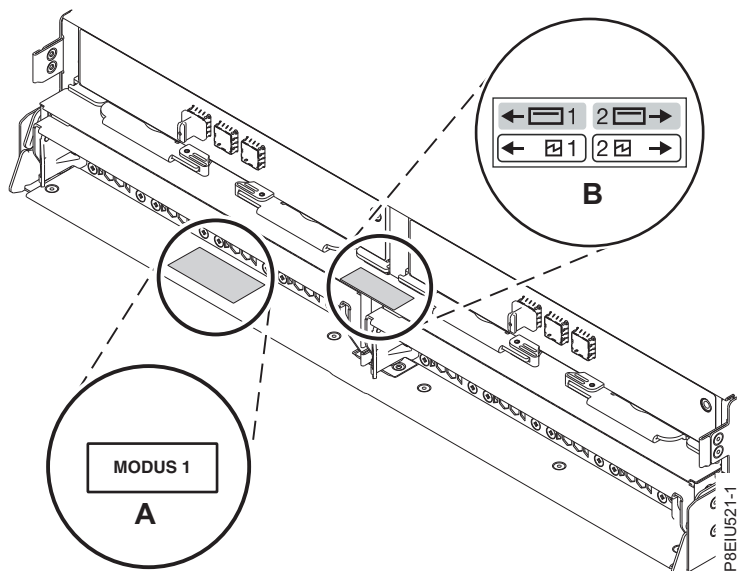

Abbildung 12. Positionen der Modusaufkleber an der Rückseite der ESLL- oder ESLS-Speichereinheit
2. Überprüfen Sie den werkseitigen Modus des Gehäuses anhand der Angaben auf den Aufklebern, die sich auf der Rückseite des Gehäuses befinden. Die Aufkleber sind am unteren linken Fach des Chassis **(A)** und am mittleren Stützelement zwischen den ESM-Modulen (ESM = Enclosure Services Manager) **(B)** angebracht. Die Aufkleber geben an, ob das Gehäuse auf den Modus 1, Modus 2 oder Modus 4 festgelegt ist. Entsprechende Einzelheiten finden Sie unter Abb. 12 auf Seite 13.